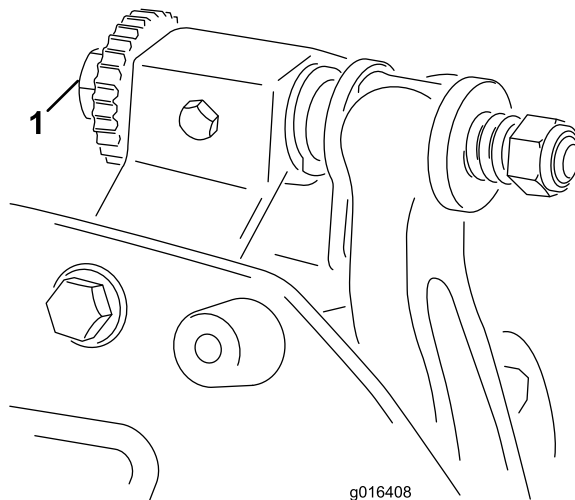

Figure 9
1. Placez la machine sur une surface de travail plane et horizontale. Supprimez le contact avec le cylindre en tournant les vis de réglage de la barre d'appui dans le sens antihoraire (Figure 9).